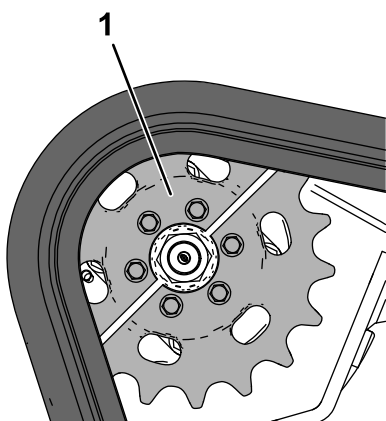

Figura 60
- Parcheggiate la macchina su terreno pianeggiante, assicurandovi che 1 sola metà della ruota conduttrice sia innestata nel cingolo (Figura 60).